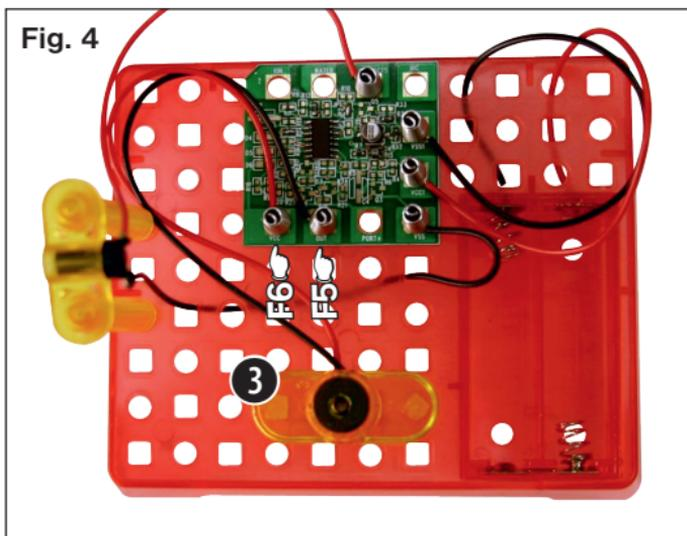

Fig. 4
### DE Schritt 3 (Fig. 4)
Setze den Summer (3) auf die Grundplatte. Setze zwei Federanschlüsse in die Löcher OUT (F5) und VCC (F6) der Mikroregler-Platte ein. (Fig. 4)
### GB Step 3 (Fig. 4)
Add the buzzer (3) onto the base plate. Insert two spring connectors into the holes OUT (F5) and VCC (F6) on the micro controller plate. (Fig. 4)
**IT Fase 3 (Fig. 4)**
Appoggiare il cicalino (3) sulla piastra base. Inserire due connettori a molla nei fori OUT (F5) e VCC (F6) del pannello del microregolatore. (Fig. 4)
**ES Paso 3 (fig. 4)**
Sitúa el indicador acústico (3) en la placa base. Coloca dos muelles en los agujeros OUT (F5) y VCC (F6) de la placa micro-reguladora. (fig. 4)
**PT Passo 3 (Fig. 4)**
Coloque o sinal sonoro (3) na placa de base. Coloque dois conectores de mola nos furos OUT (F5) e VCC (F6) da placa do microrregulador. (Fig. 4)